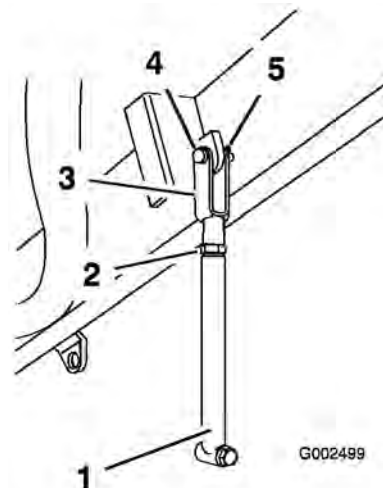

Bild 14
5. Bauen Sie die Stützstange innen am hinteren linken Behältergestellrahmen mit einem Splint und einem Lastösenbolzen am Joch ein (Bild 14).